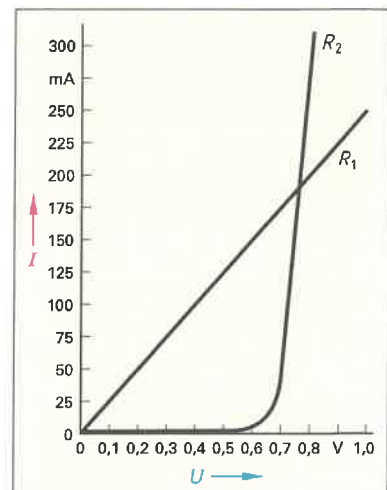

Bild 4: Strom-Spannung-Kennlinien $I = f(U)$
10. Berechnen Sie mithilfe der Kennlinien im Bild 4 den Wert des ohmschen Widerstandes bei 0,6 V und bei 0,8 V für a) Bauelement 1 (R_1) und für b) Bauelement 2 (R_2). c) Vergleichen Sie für jedes Bauelement die Rechenergebnisse und formulieren Sie eine Schlussfolgerung.